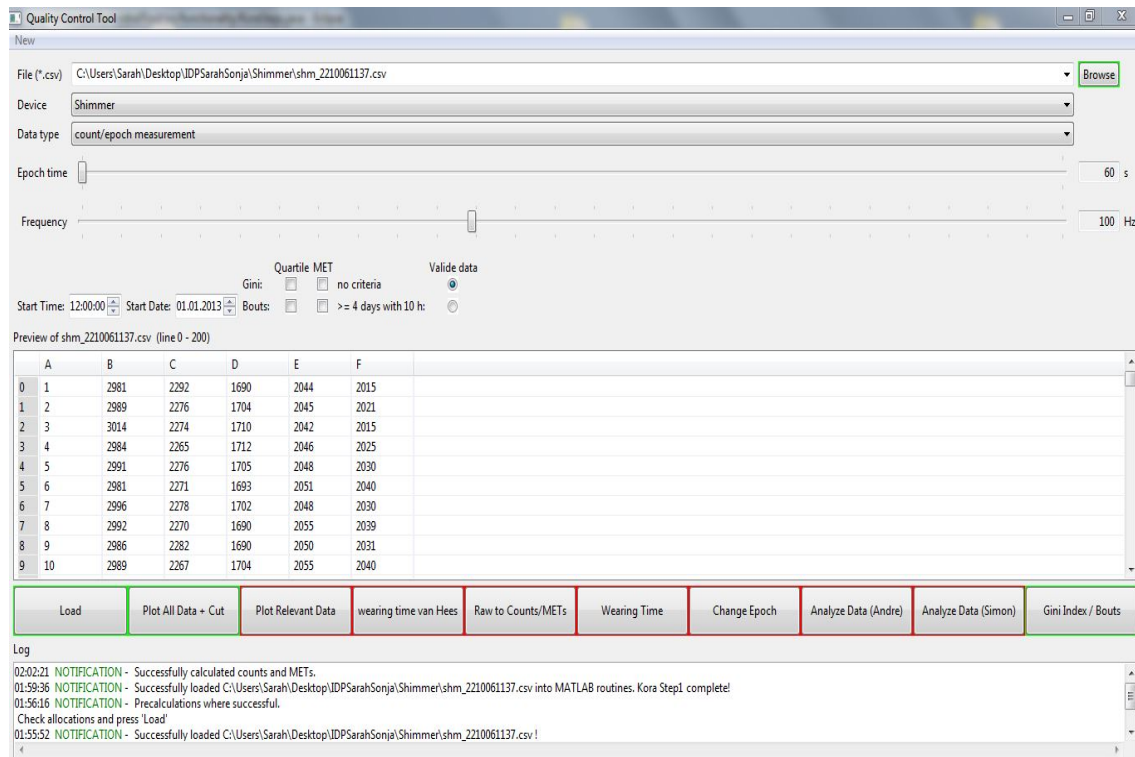

Abbildung 7: Nach berechnen der Counts/METs mittels *Raw to Counts/METs*-Button
*type* automatisch auf *count/epoch measurement* gesetzt. Nun ist es möglich zwischen beiden Einstellungen hin- und herzuspringen um Berechnungen durchzuführen die es eventuell nur für einen der Datentypen gibt. Ebenfalls wird nun die Leiste für die Einstellung der Epoche freigegeben und auf 60 Sekunden gesetzt. Gleichzeitig kann der Benutzer nun keine Änderungen mehr in der Frequenz-Leiste mehr machen (vgl. Abb. 7).